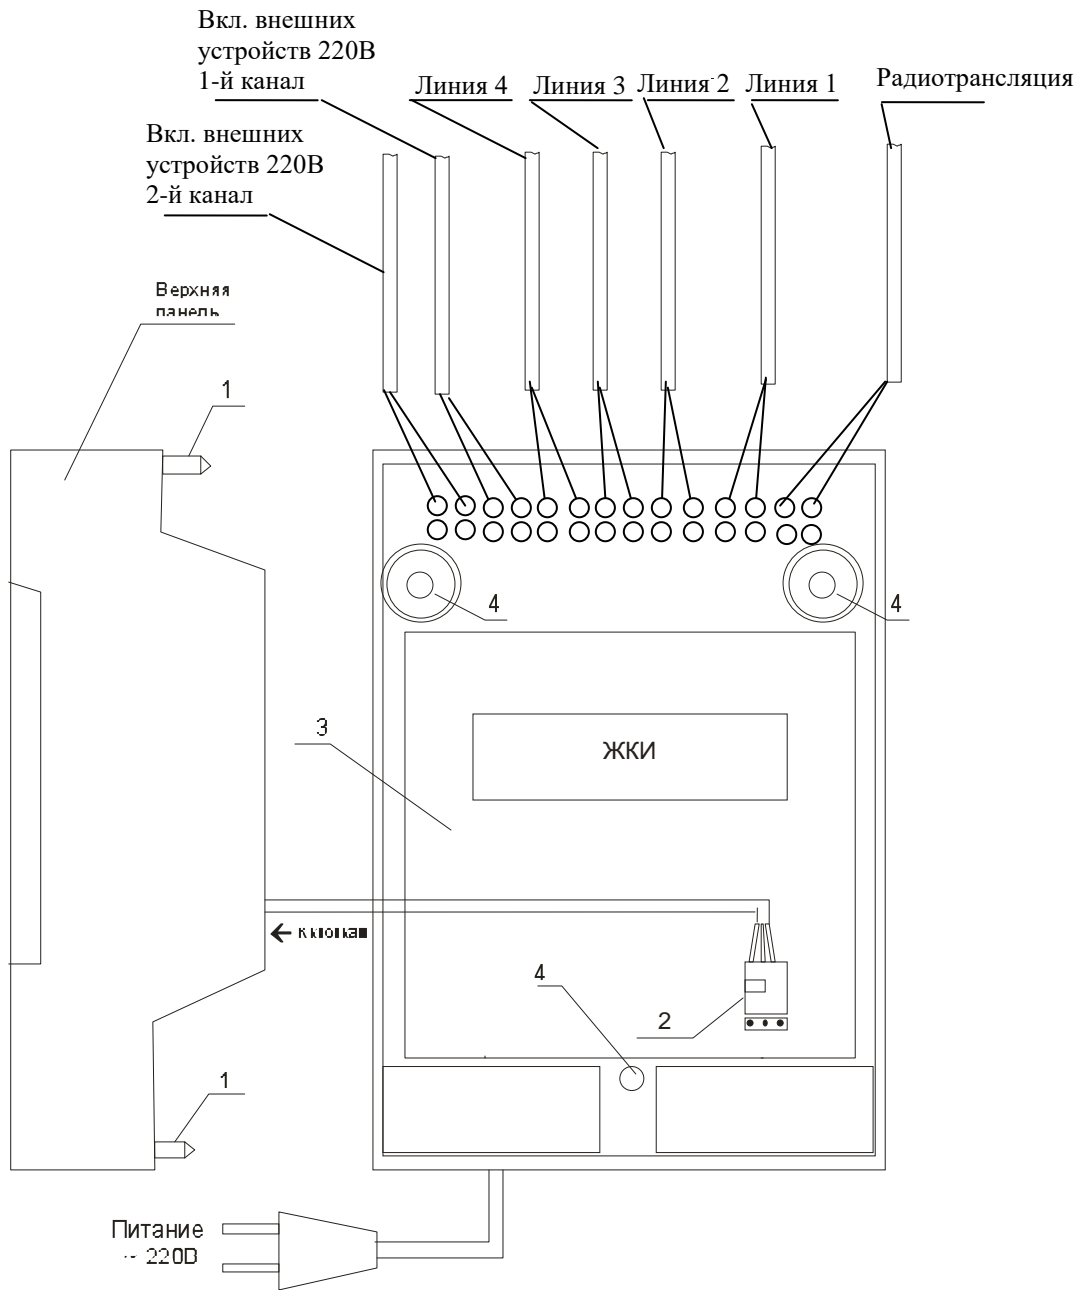
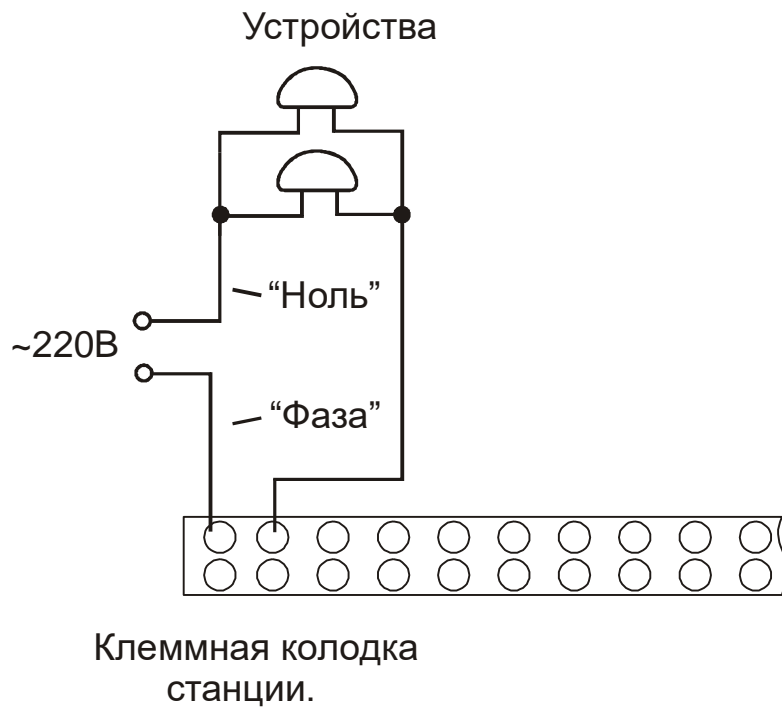

Рис. 1
Рис. 2.
Должны быть смонтированы две линии включения внешних устройств по схеме рис. 2 (показано для второго канала). В соответствии с рис. 2 питание на внешние устройства должно подаваться извне (не используется электропитание часовой станции). При этом реле часовой станции замыкают (подключают) фазу внешнего электропитания на внешние устройства каждого канала в соответствии с установленной программой.
4.1. Выверните четыре винта 1, расположенных на верхней панели ЧС (см. Рис.1). Осторожно снимите верхнюю панель и отсоедините разъем 2, соединяющий кнопки с печатной платой 3.
- линии вторичных часов №№ 1, 2, 3 и 4, а также линию радиотрансляции в соответствии со схемой рис.1;
- линию включения внешних устройств второго канала в соответствии со схемой рис.1 и рис. 2;
- линию включения внешних устройств первого канала подключите по такой же схеме как для второго канала; клеммы подключения первого канала находятся справа от клемм второго канала как показано на рис. 1.